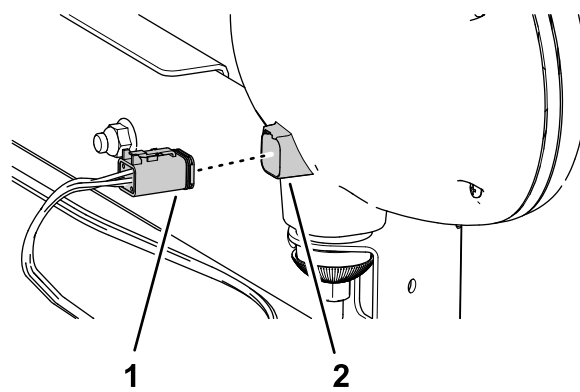

Figura 15
5. Collegate i connettori a 6 prese indicati come INDICATORE DI DIREZIONE ANTERIORE DESTRO/SPIA DI FUNZIONAMENTO e il connettore a 6 prese (INDICATORE DI DIREZIONE ANTERIORE DESTRO/SPIA DI FUNZIONAMENTO) ai connettori a 6 pin delle luci operative (Figura 15).